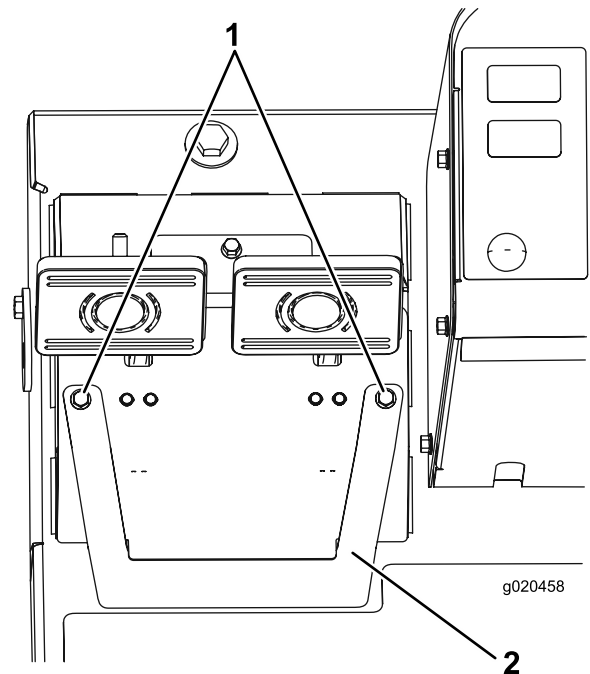

Bild 70
- A. Lösen Sie die zwei Befestigungsschrauben und nehmen die Bremseinstellabdeckung ab (Bild 70).